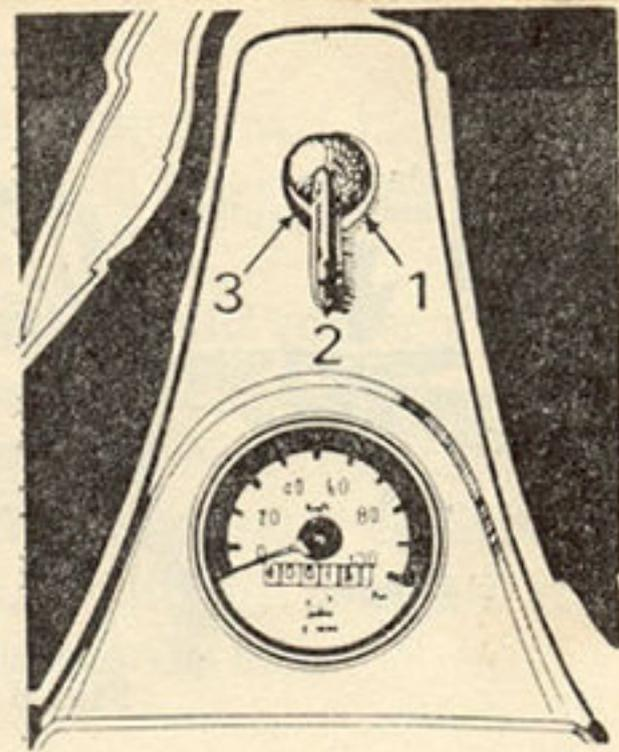

Fig. 5
4. Rotiți întrerupătorul principal în poziția 2 corespunzător „mers ziua“ (fig. 5).
4. Odată motoreta oprită, închi-deți robinetul de benzină și rotiți întrerupătorul princi-pal în poziția 1 — „oprit“ (fig. 5).
Înteruptorul principal (fig. 5) conectează elementele instalației electrice (fig. 11) astfel :